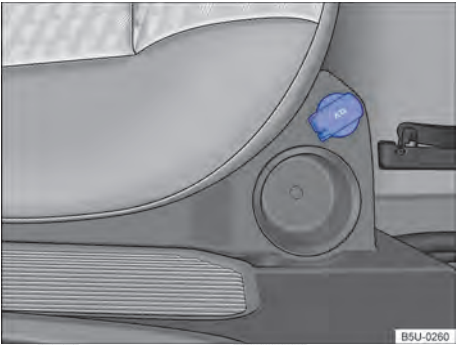

Fig. 107 Na lateral do banco traseiro: tomada 12 V - Saveiro Cabine Dupla.
- No porta-objetos no lado direito do banco traseiro ⇒ Fig. 107.